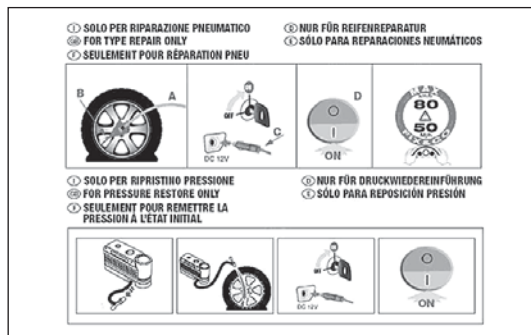

fig. 128
- ☐ pieghevole informativo (vedere fig. 128), utilizzato per un pronto uso corretto del kit di riparazione rapida e successivamente consegnato al personale che dovrà maneggiare il pneumatico trattato;